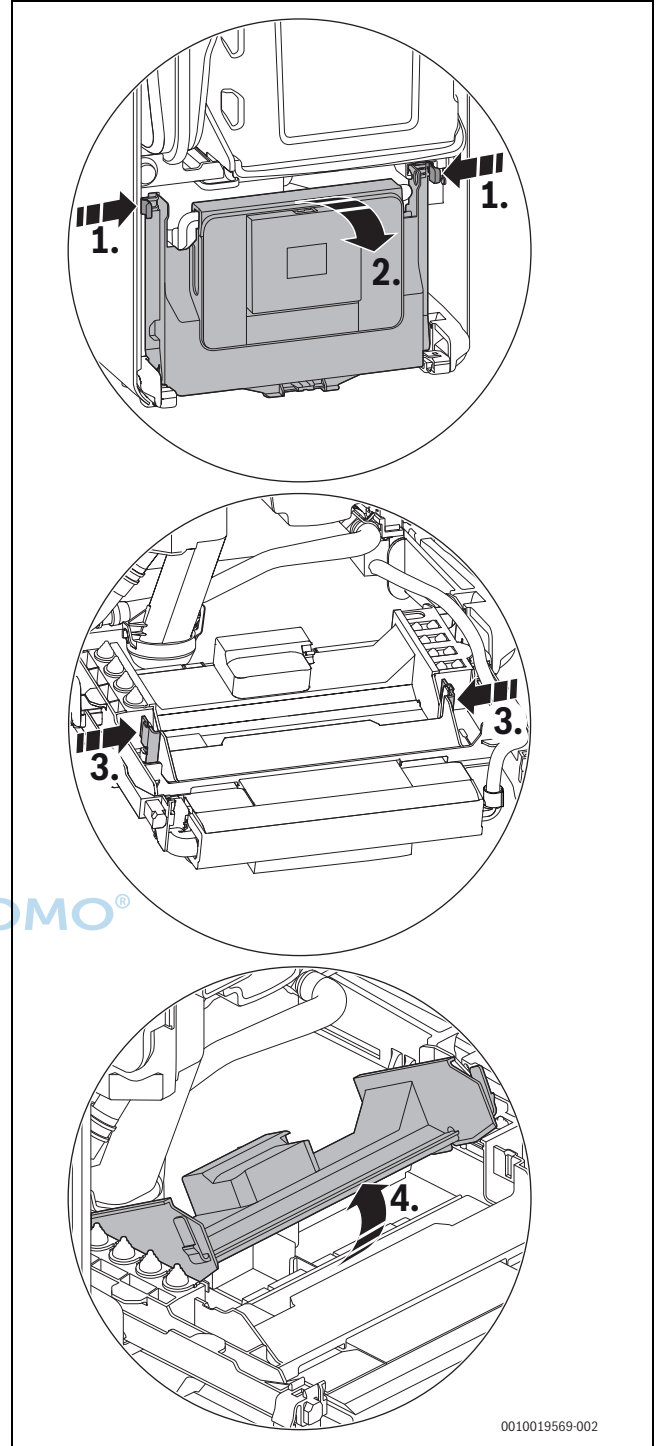

Bild 127 Abdeckung öffnen
- Steuergerät herunterklappen (→ Bild 127).